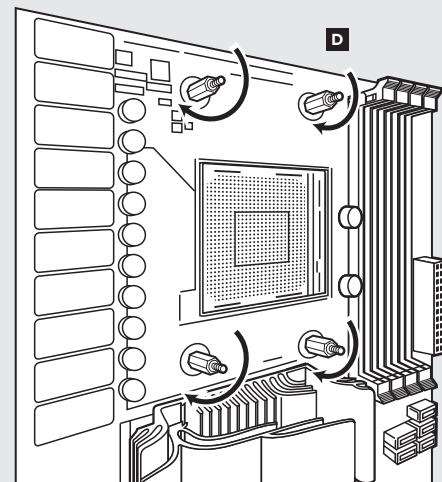

figure 2
- Serrez les quatre vis jusqu'à ce qu'elles ne puissent plus bouger. (figure 2)
- Befestigen Sie den im Lieferumfang enthaltenen AMD-Abstandhalter. (abbildung 2)
- Ziehen Sie alle vier Schrauben fest. (abbildung 2)
- Прикрепите входящую в комплект опору AMD. (Рис. 2)
- Хорошо затяните все четыре винта. (Рис. 2)
- Install the AMD bracket by aligning the metal teeth, pushing in, turning 1/8th turn the opposite direction, and allowing bracket to secure (figure 2).
- Pour installer le support AMD, alignez-le avec les dents en métal, poussez-le, tournez-le d' $1/8$ de tour dans le sens inverse et vérifiez qu'il est bien immobilisé (figure 2).
- Bringen Sie die AMD-Halterung an, indem Sie die nach innen drückenden Metallzinken ausrichten und dann mit einer Achtdrehung in die entgegengesetzte Richtung drehen, bis die Halterung sicher sitzt (abbildung 2).